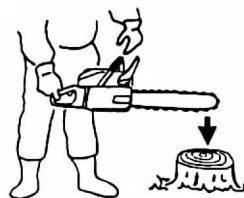

Рис. 15
- (1) Выключить двигатель.
- (2) Удерживая цепную пилу в горизонтальном положении, убрать руку с передней рукоятки, ударить концом направляющей шины о пень или о кусок дерева и убедиться в срабатывании тормоза. Рабочие функции тормоза зависят от размера шины (Рис. 15). В случае если тормоз не срабатывает, обратиться за помощью в сервисный центр. Двигатель, если он вращается на высоких оборотах при включенном тормозе, нагревает муфту, что может привести к серьезной проблеме. Если тормоз срабатывает во время работы, немедленно убрать пальцы с рычажка дросселя, и переключить двигатель пилы в холостой режим.